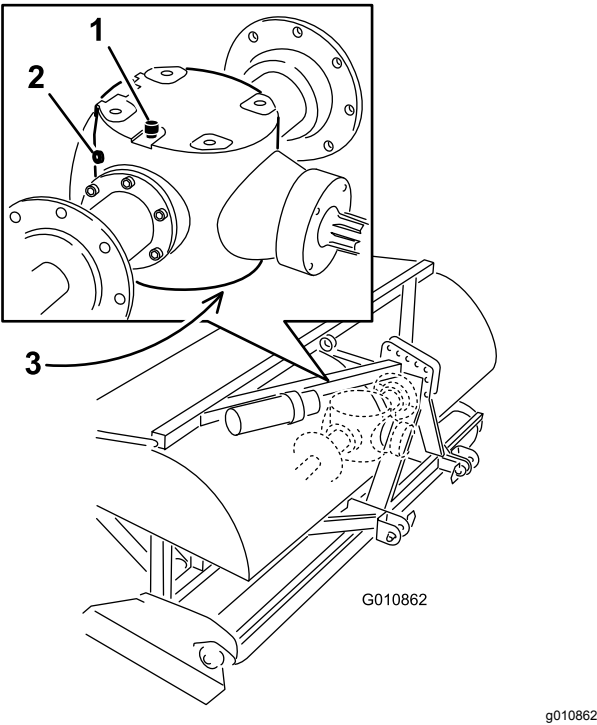

图46
3. 从齿轮箱上拆下检查塞 图46 。
4. 确保油位高达齿轮箱中检查塞孔的底部 图46 。
1. 清洁通气/加油塞和排油塞周围的杂质避免污染 图46 。